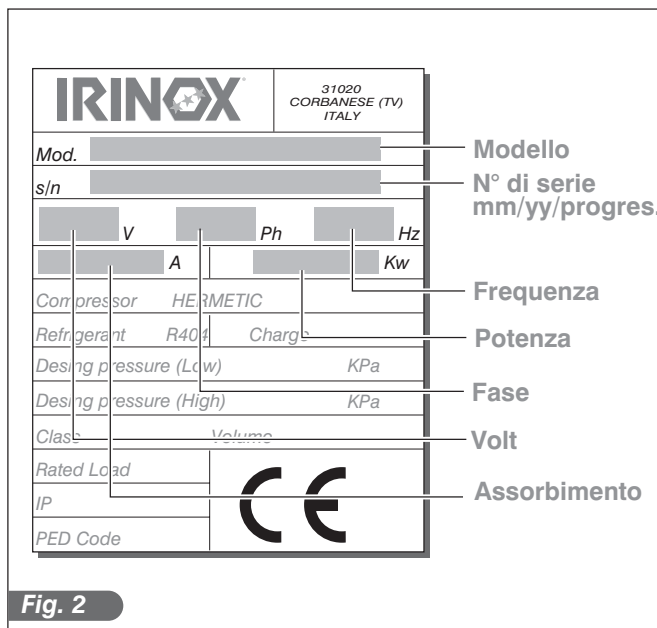

Fig. 2
- La targa recante le caratteristiche dell'apparecchiatura è applicata sul fianco (fig.2).